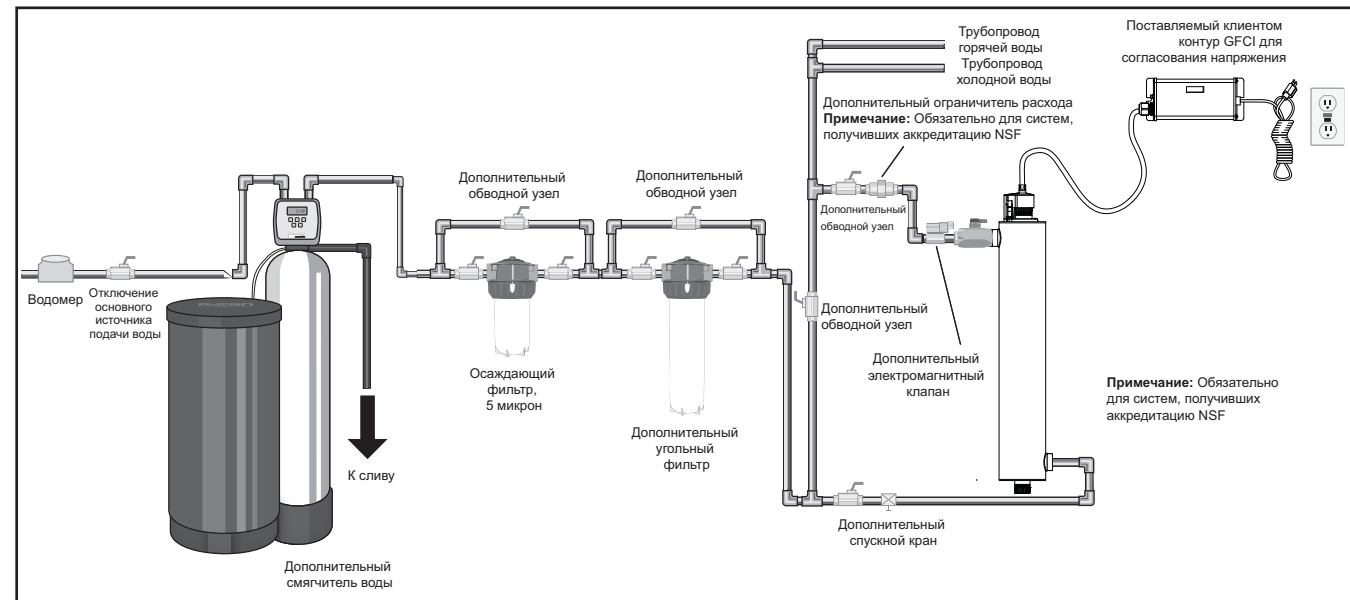

Рисунок 3 Система дезинфекции
- На Рисунок 3 показана установка типичной системы дезинфекции и соответствующих компонентов, которые могут использоваться с установкой. В случае, если требуется «автономное» техническое обслуживание, рекомендуется использовать обводной узел. В данном случае учтите, что при использовании обводного узла для системы распределения требуется дополнительная дезинфекция. К тому же во время использования обводного узла вода НЕ будет проходить дезинфекцию, и на обводном узле необходимо физически установить табличку с текстом «ВОДУ НЕ ИСПОЛЬЗОВАТЬ» до тех пор, пока система не пройдет санитарную обработку и ее эксплуатация не будет продолжена. Дополнительную информацию см. в Раздел 3.2. Если потребуется использовать воду в ходе автономного состояния системы, воду следует прокипятить в течение двадцати минут перед потреблением.